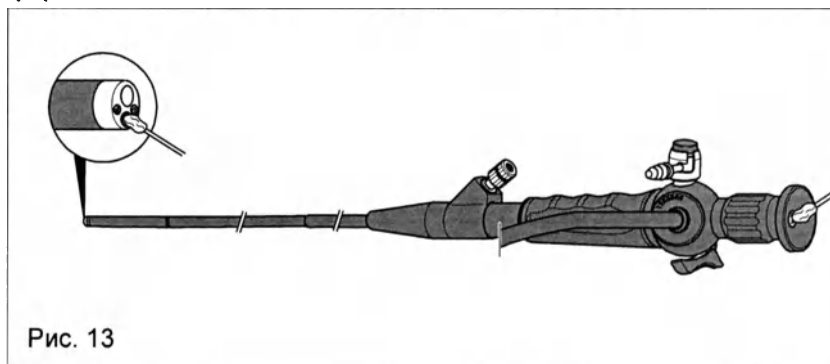

Рис. 13
- ◇ Проверьте сгиб, фиксацию и освобождение инструментального наконечника (4).
- ◆ Погрузите инструментальный наконечник (4) в емкость со стерильной водой.
- ◆ Протрите поверхность стекла тампоном, смоченным спиртом (используйте деревянные держатели тампона, а не металлические или пластмассовые), трудно удаляемые отложения протрите с использованием средства очистки инструментов* (Рис. 13).